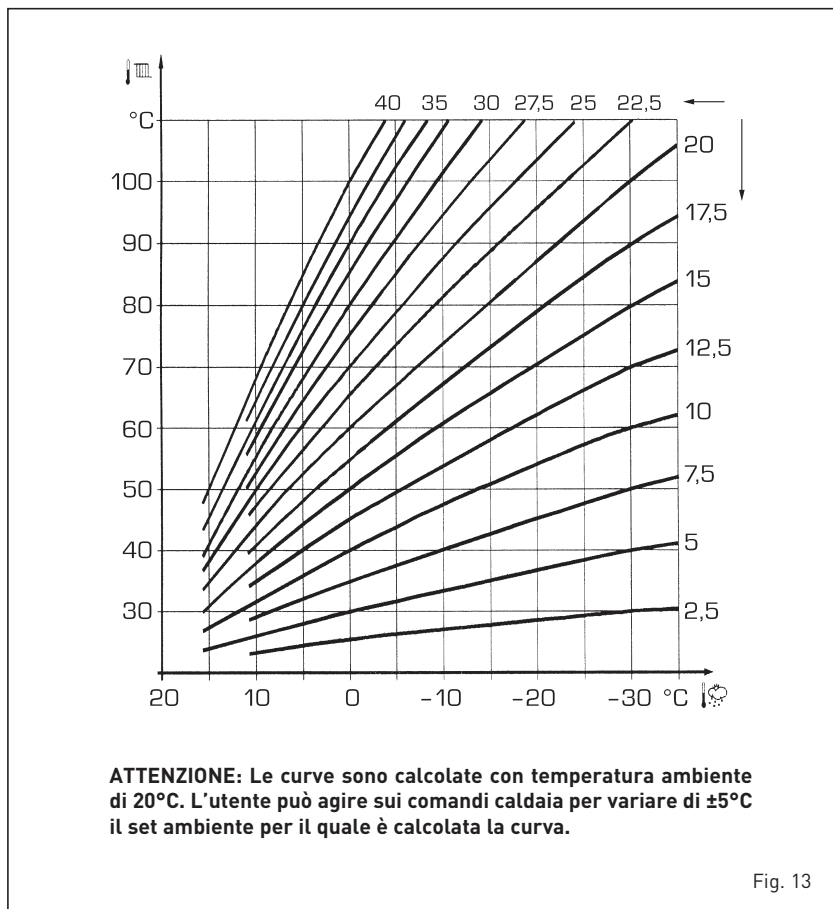

Fig. 13
3.4 SONDA ESTERNA COLLEGATA (fig. 13)
In caso di presenza di sonda esterna il SET riscaldamento sono ricavabili dalle curve climatiche in funzione della temperatura esterna e comunque limitati entro i valori di range descritti al punto 3.3 (parametri PAR 22 per la zona 1, PAR 25 per la zona 2 e PAR 28 per la zona 3). La curva climatica da impostare è selezionabile da un valore 3 e 40 (a step di 1). Aumentando la pendenza rappresentata dalle curve di fig. 13 si incrementa la temperatura di mandata impianto in corrispondenza alla temperatura esterna.